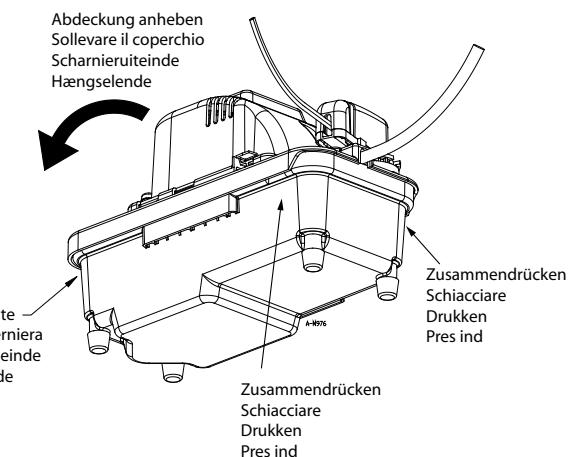

Fig. 7 • Abb. 7 • Afb. 7 (DE/IT/NL/PA)
2. Um zwecks Reinigung auf den Tank, den Schwimmer oder das Ansaugsieb zugreifen zu können, drücken Sie leicht auf die Tankwände, um die Verriegelung zu lösen (Abbildung 7), ergreifen Sie dann die Motorabdeckung, und heben Sie sie an. (Die Scharniere der Motorabdeckung befinden sich